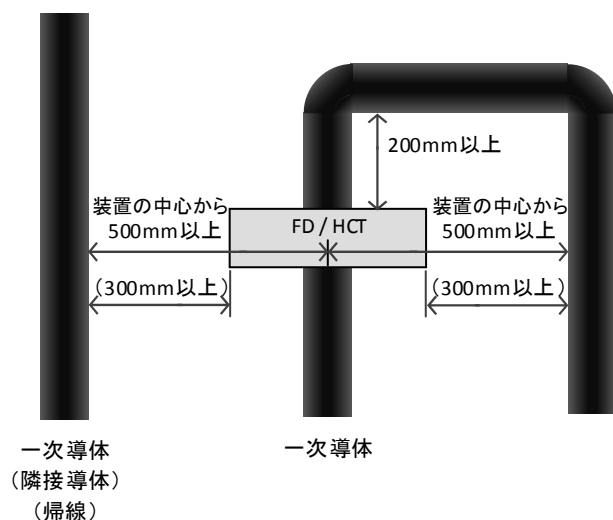

図 26. 隣接導体および帰線との離隔距離推奨値
- (2) 一次導体の正電流方向と装置側面に表示されている「電流方向」矢印を合わせて取り付けして下さい(図 26)。
- (3) FD および HCT と周囲の導体は絶縁上十分な離隔をとって設置して下さい。一次導体が電流検出器の貫通穴側面に触れないように設置して下さい。
- (4) 装置の精度を保証するための離隔距離推奨値を図 26 に示します。